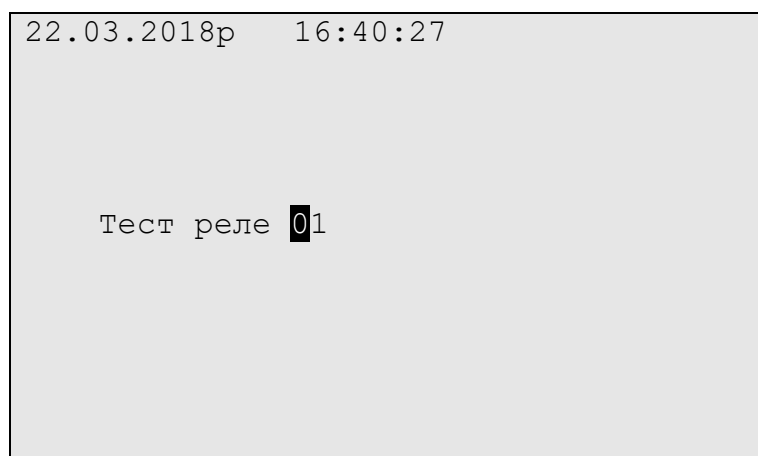

Рис. 3.21. Вигляд табло ПРИСТРОЮ в режимі тестування реле
3. У головному меню ПРИСТРОЮ за допомогою його клавіатури вибрати пункт меню **Тести**, натиснути кнопку **Ввід** – у підменю вибрати команду **Тест Реле**. Табло ПРИСТРОЮ після вибору даної команди буде мати вигляд, рис. 3.21.